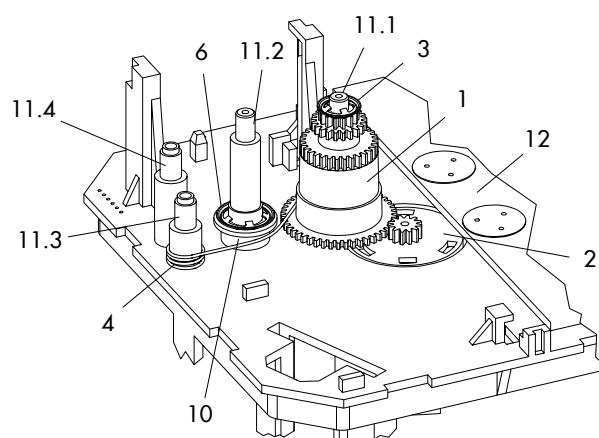

Bild 26: Innenansicht Typ 3374 ohne Grenzkontakte
- Antriebe ohne Grenzkontakte: Vgl. Bild 26.
Wenn der Antrieb nicht mit Grenzkontakte ausgestattet ist, wird ein zusätzlicher Nachrüstsatz benötigt (vgl. Bild 26).